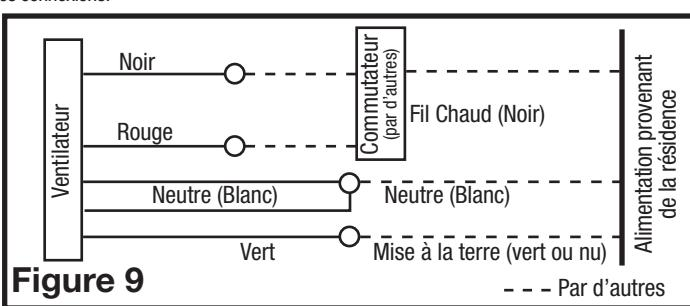

Figure 9
- 2b. Par là où vous avez choisi d'accéder à la boîte de jonction du ventilateur, raccorder un fil Blanc de la maison aux deux fils Blancs du ventilateur. Raccorder un fil vivant (Noir) du commutateur mural au fil Noir du ventilateur (celui-ci est pour le contrôle du ventilateur). Raccorder un second fil vivant (Rouge) du commutateur mural au fil Rouge du ventilateur (celui-ci est pour le contrôle de la lumière principale). Raccorder le fil de mise à la terre (vert ou cuivre nu) de la maison au fil Vert du ventilateur (**Figure 9**). Utiliser des méthodes de raccordement approuvées pour toutes les connexions.